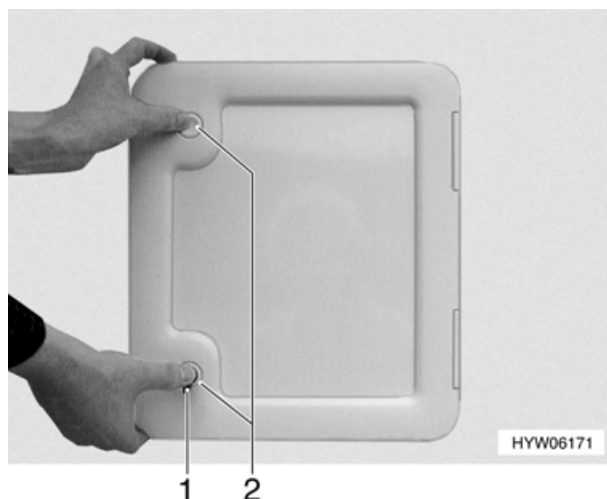

Fig. 97 Apertura dello sportello della cassetta Thetford
Lo sportello della cassetta Thetford (Fig. 97) si trova all'esterno del caravan:
- Aprire la serratura girevole (Fig. 97,1) con la chiave.
- Premere contemporaneamente entrambe le serrature a pressione (Fig. 97,2) e aprire lo sportello della cassetta Thetford.